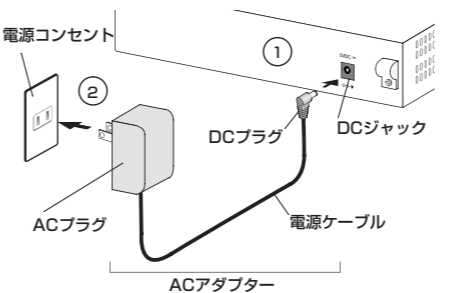

図 9 AC アダプターの接続
本体背面の DC ジャックに AC アダプターの DC プラグを差し込みます (図 9 の①)。
AC アダプターの AC プラグを電源コンセントに差し込みます (図 9 の②)。このとき、本体前面の POWER LED (緑) が点灯することを確認してください。UTP ケーブルが正しく接続され、接続先機器とのリンクが確立されると、接続したポートの LINK/ACT LED (緑) が点灯します。